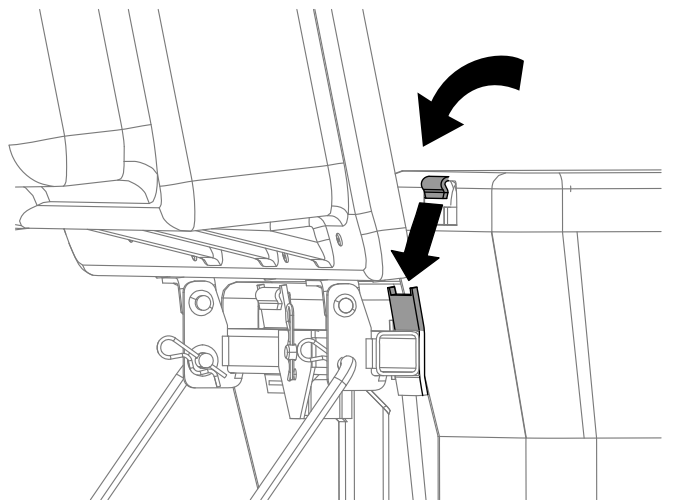

Figure 21
4. Soulevez le couvercle et installez les bacs, assemblés à la section 9 Assemblage des bacs à herbe \(page 15\), en glissant les crochets de l'armature sur les pattes de retenue (Figure 21).